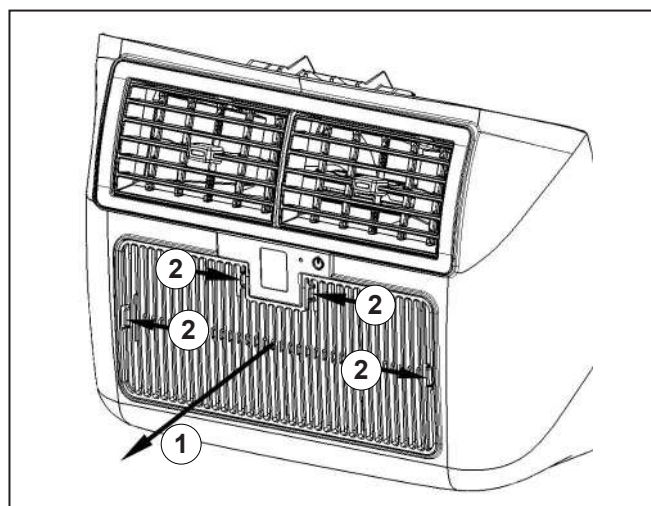

Fig. 7
1. Presionar los cuatro muelles de retención ("Fig. 7" ref. 1) y extraer la rejilla frontal ("Fig. 7" ref. 2)